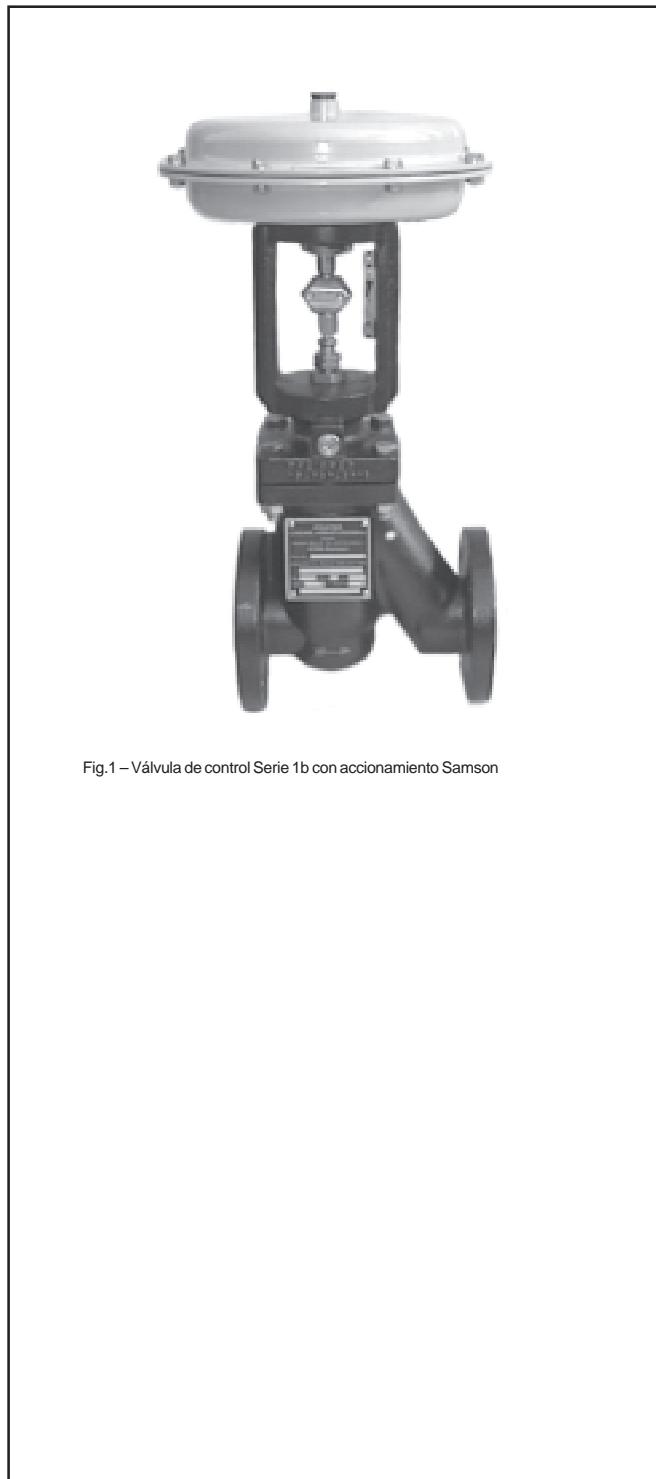

Fig.1 – Válvula de control Serie 1b con accionamiento Samson
- con accionamiento neumático SAMSON (Fig.1)